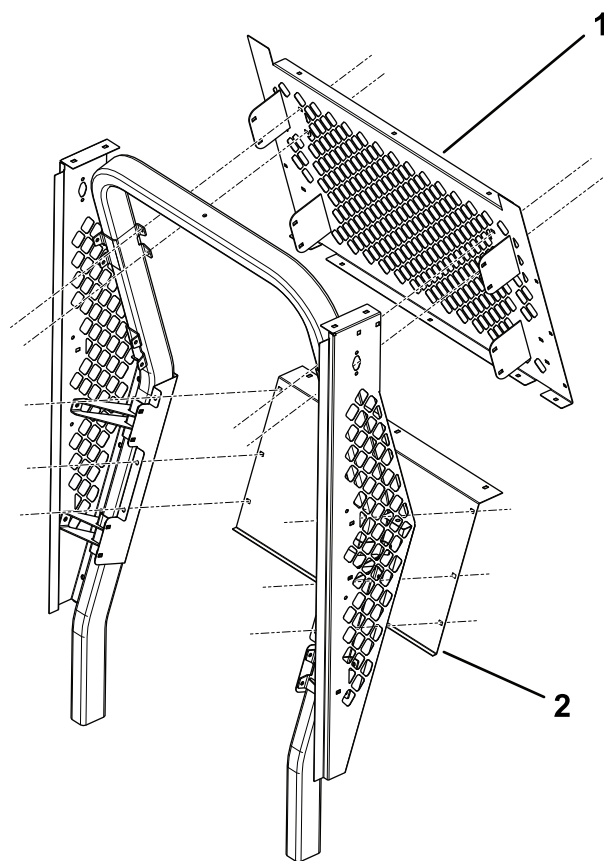

図 2
3. 下側の後部パネルを取り付けるボタンヘッドねじ5/16 x 3/4"とフランジナット5/16"を使用図 2。
4. 上側の後部スクリーンを取り付けるボタンヘッドねじ5/16 x 3/4"とフランジナット5/16"を使用図 2。